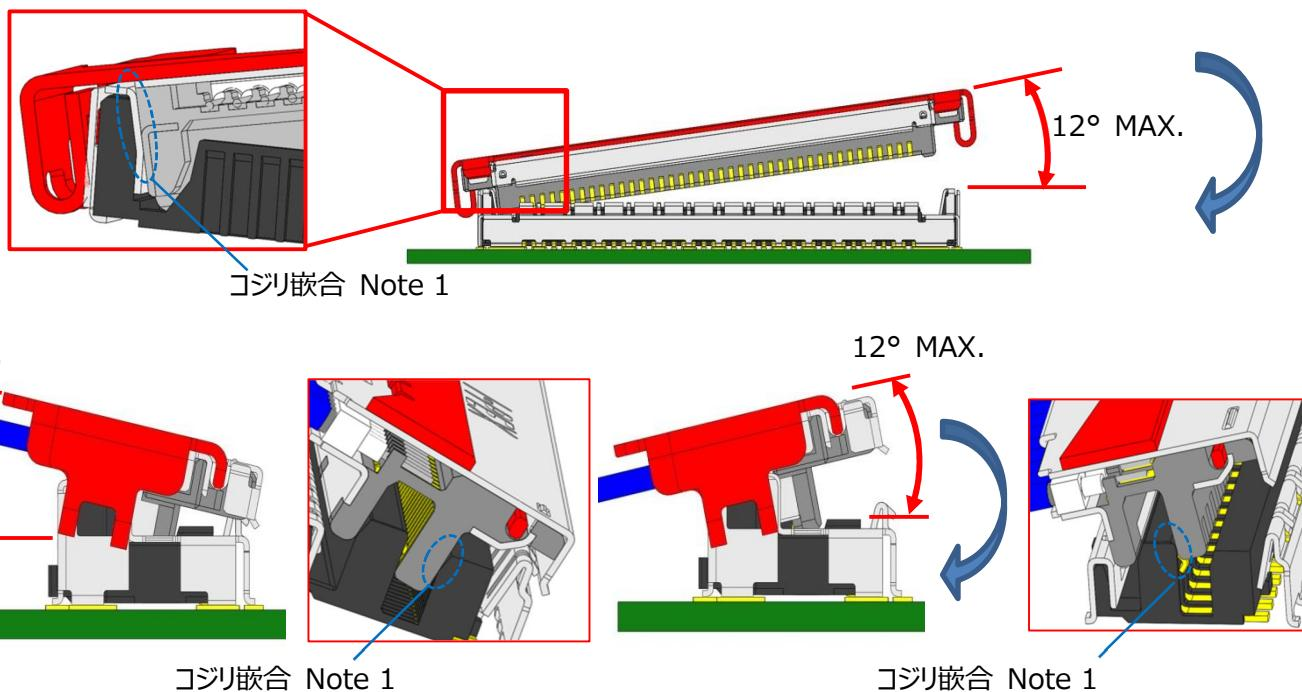

Fig.8 挿入許容角度
製品高さ方向の挿入角度は Fig.8 の様 12° 以内とし、その後 ケーブル側コネクタが基板側コネクタに対し平行になるよう、仮挿入を行う。
- ・コネクタ嵌合時、初期挿入許容角度は Fig.8 の通りです。その後過度な力を掛けず平行になるようにセットしてください。コネクタをセットしたときに許容角度を超えた状態でケーブル側コネクタを強く押し込まないでください。